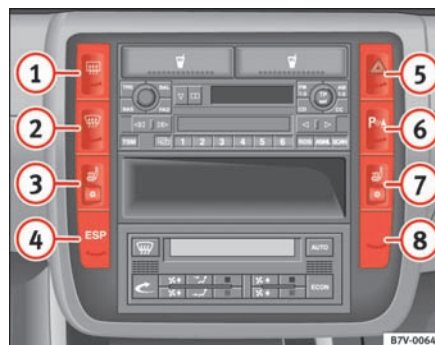

Fig. 73 Knap til havariblink
2. Tryk på  => fig. 73 for at tænde havariblinket => .